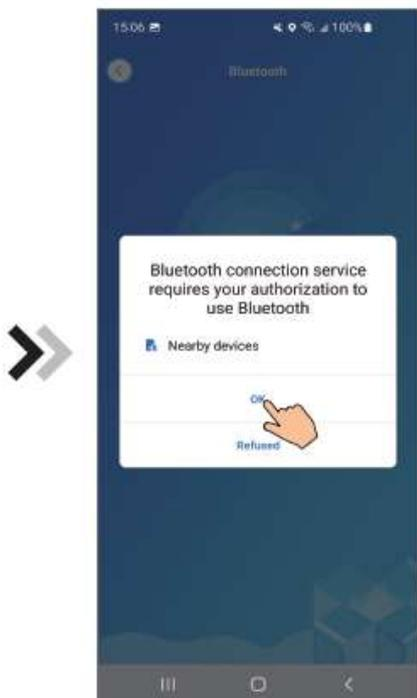

Fig.24 Activer l'autorisation de bluetooth
4. Cliquez sur « OK » pour activer l'autorisation de Bluetooth (Fig.24) ;